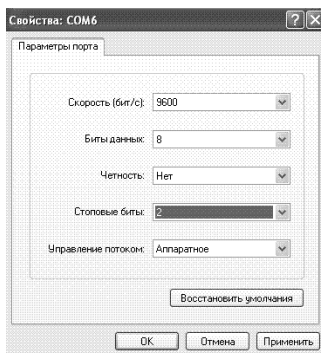

Рисунок 4 – Установка параметров связи программы Hyper Terminal
19.7 Далее установите параметры связи такие же, как и в меню конфигурации контроллера (меню «Параметры связи RS-485») рисунок 4 и нажмите кнопку «ОК». Программа «Hyper Terminal» готова к работе.